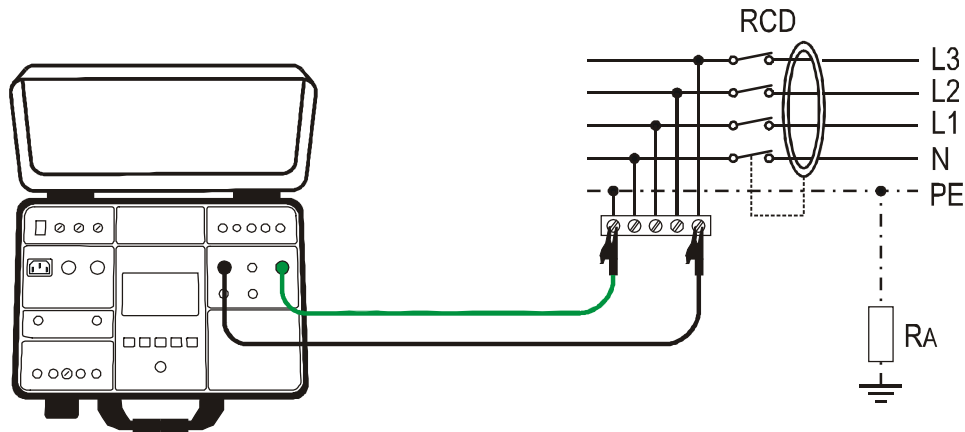

Figura 27: Ligação das ponteiros de teste à cablagem em teste para medição LOOP L/PE
- 5) Efetuar a medição premindo o botão **START/STOP**. No final do tempo previsto para a medição, o resultado do teste será apresentado a verde, acompanhado do símbolo  verde e de um sinal acústico curto se inferior ou igual ao valor limite (ver explicação do valor limite nas secções anteriores). Se o resultado for superior ao valor limite, será apresentado a vermelho e acompanhado do símbolo  vermelho e de um sinal acústico prolongado. A figura 27 mostra um exemplo de ecrã com os resultados das medições.